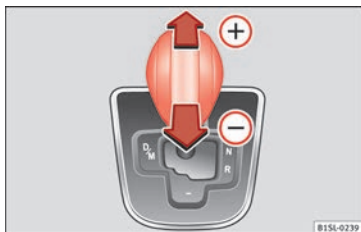

Fig. 83 Leva in posizione Tiptronic.
- Premere la leva in avanti (+) o indietro (-) per aumentare o scalare la marcia » **fig. 83**.